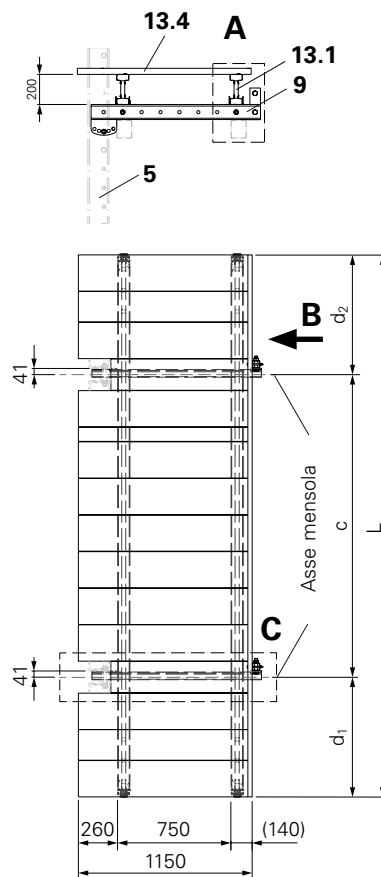

Fig. A1.22
1. Unire le travi impalcato (13.1) ai traversi (9) con il dispositivo di fissaggio travi M20 (13.2) e viti Torx 6 x 40 (2 pz per trave). (Fig. A1.22 + A.1.22a)